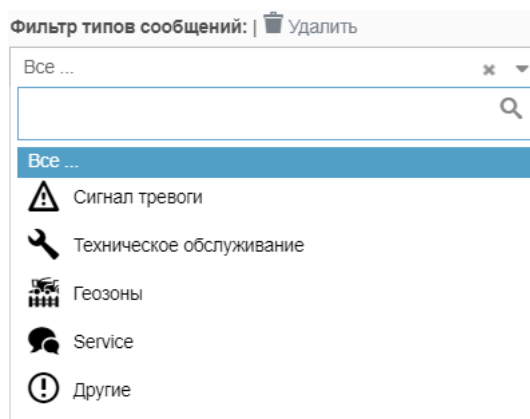

Рисунок 5.21 – Выбор фильтра типов сообщений
10. Выберите во вкладке **Фильтр типов сообщений** различные позиции (рисунок 5.21).